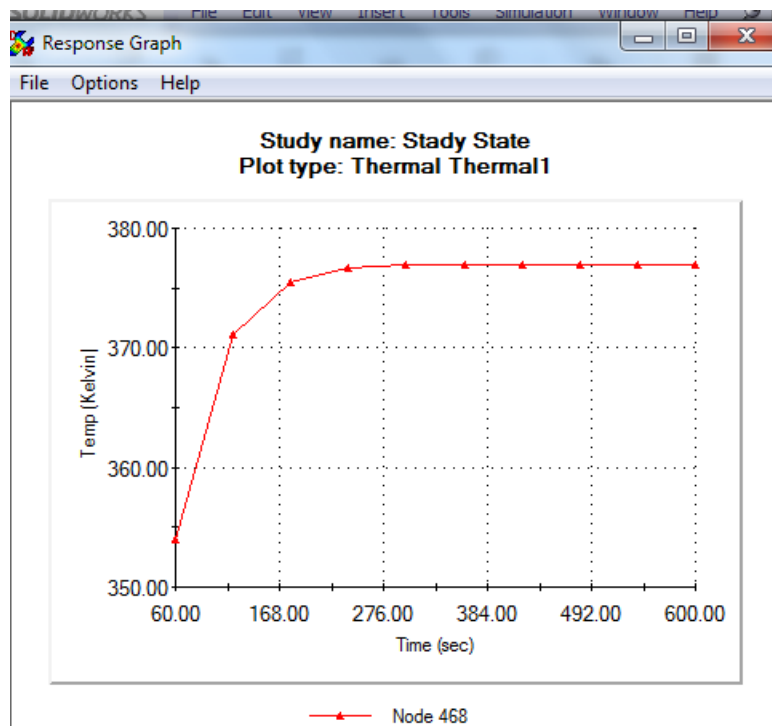

Рис. 5.2.13. Перехідний тепловий процес
11. Далі за допомогою інструменту **ПРОБА (Probe)** для діаграми температур визначте температуру у певній точці збірки і побудуйте графік зміни температур з часом. Деталі на рис. 5.2.12-рис. 5.2.13